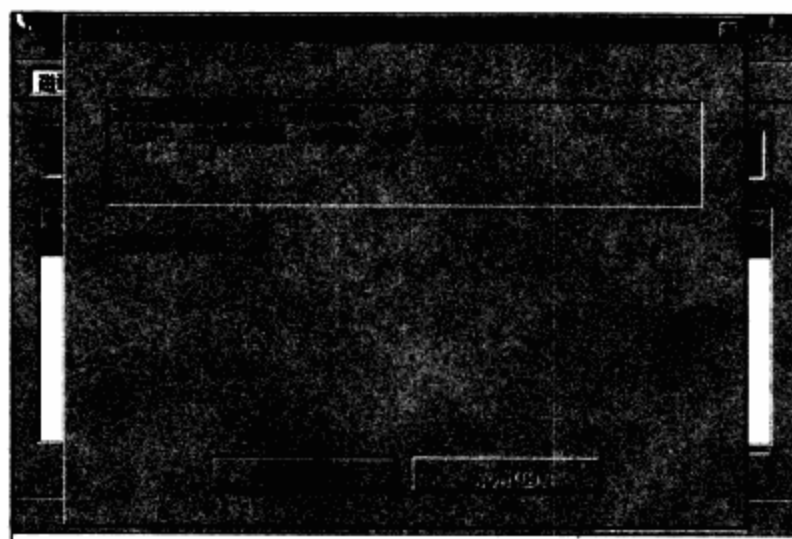

图4-100 删除分区完毕
**步骤 12** 删除分区已完毕，单击“确定”按钮。如图4-100所示。